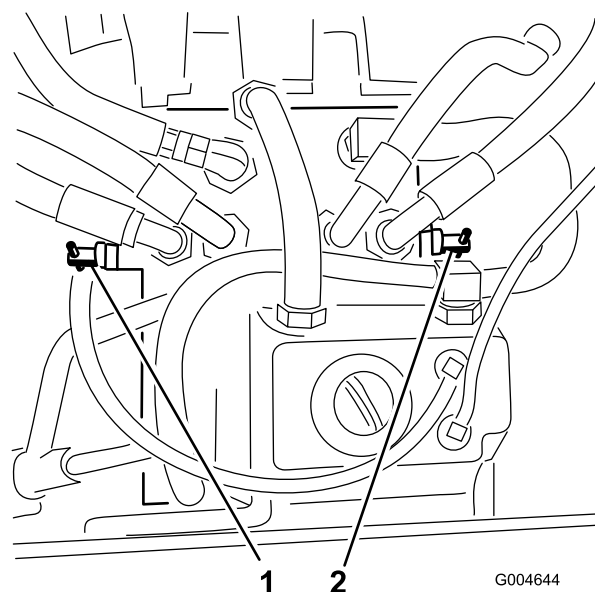

図 34
3. 各バイパスバルブを左回りに1回転させる（図 34）。
各バイパスバルブを右に1回転させて手締めする（おおよそ 71 in-lb (8 N-m) (0.8 kg.m) (図 34)。